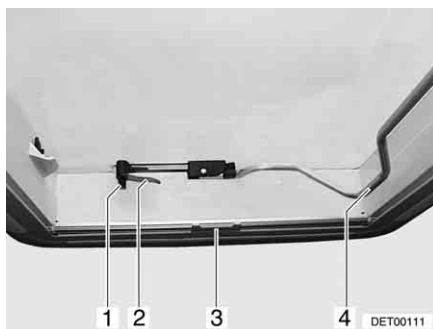
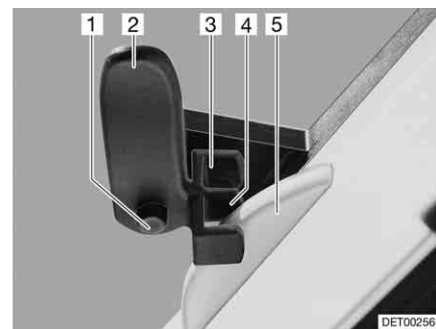

Bild 67 Heki-taklucka, stängd
Bild 68 Heki-takluckan i ventilationsläge 1
- Tryck ned låsknappen (Bild 67,1) och vrid låsarmen (Bild 67,2) ett kvarts varv inåt.
- Dra ut bygel (Bild 67,4) nedåt, så att spärren släpper.
- Vrid låsarmen (Bild 67,2 och Bild 68,2) ett kvarts varv. Takspärrens tapp (Bild 68,5) måste hakas in i den översta fästdelen (Bild 68,3).
- Tryck på låsknappen (Bild 68,1) och vrid tillbaka låsarmen (Bild 68,2). Takspärrens tapp (Bild 68,5) måste hakas in i den nedre fästdelen (Bild 68,4).